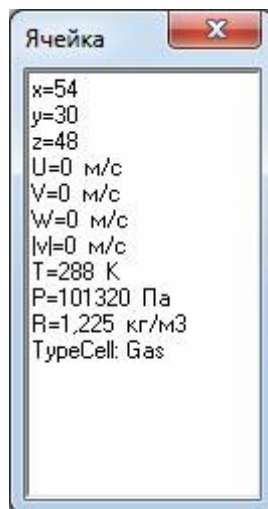

Рисунок 2.5
- просмотр значений в ячейках и измерения расстояний и площадей: при нажатии левой кнопкой мыши на ячейку в специальном окне (рисунок 2.5) отобразятся значения газодинамических параметров в данной ячейке.